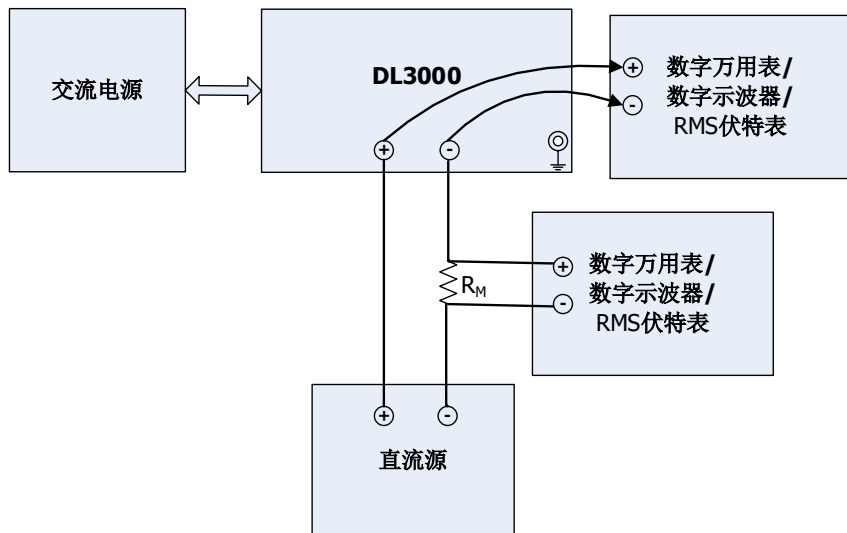

图 2-3 恒阻测试连接
执行测试之前，请根据所在国家的市电电压值，通过电子负载后面板“电压选择器”选择合适的电压（本手册中的测试均以选择 230 Vac 为例）。在常温（25°C 左右）状态下，使用“推荐的测试设备”一节所推荐的设备按图 2-3 所示进行连接。测试过程中，请根据电子负载后面板“电压选择器”已选择的电压设置交流电源的电压值。
1. 关闭 DL3031A，按照图 2-3 所示连接 DL3031A、交流电源、直流源、电流采样电阻（阻值  $R_M$  为  $0.01\ \Omega$ ）和数字万用表（请注意电流采样电阻与 DL3031A 的通道输入端子和数字万用表的连接方法），并使用 USB 数据线通过电子负载后面板的 USB DEVICE 接口将电子负载与计算机相连。